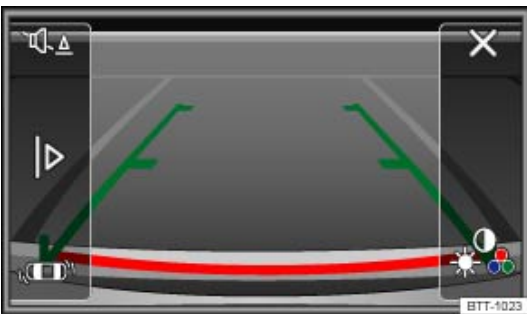

Fig. 156 Affichage à l'écran du système d'infodivertissement : caméra de recul activée
**Légende du schéma de principe** → Fig. 156